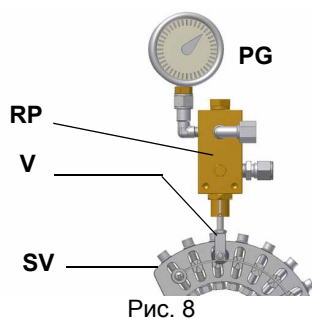

Рис. 8
- 10 для получения максимального расхода дизельного топлива регулировать давление (считывая значения на манометре PG), все время проверяя параметры продуктов сгорания, воздействовать на винт варьируемого сектора **SV** (см. Рис. 8) по достижении положения большого пламени.